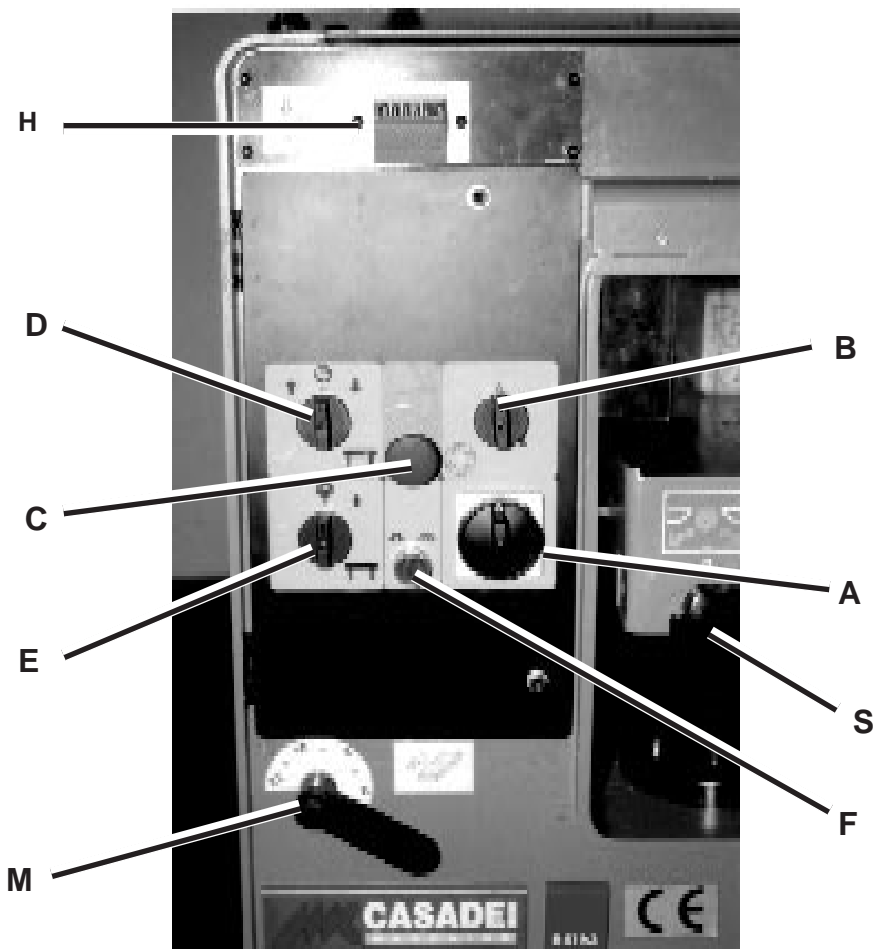

Fig. 3.3
Agire sul selettore E per far salire il piano di pochi mm per volta. (Questa regolazione può funzionare solo in salita per recuperare i giochi meccanici di accoppiamento degli organi di sollevamento). Approssimarsi alla quota di lavorazione (spessore) mediante il selettore D quindi raggiungere la quota voluta azionando il selettore e solamente nel senso di salita nel piano, (diminuzione della quota visualizzata nell'indicatore numerico H fig.3.3).
Use the selector (E) to move the table up a few mm at a time. (This adjustment can be made only when the table is raised in order to recuperate the clearance caused by the coupling of the lift parts). Bring the table to the setting required for thicknessing operations by using the selector (D). After this has been done, move the table to the required position by using the selector. Remember that at this point the table can only be moved up (the setting shown on the numeric display will decrease, H, fig. 3.3).
Mover el selector E para levantar la mesa pocos mm. cada vez. (Esta regulación funciona solo en subida para recuperar los juegos mecánicos de acoplamiento de los órganos de levantamiento). Accionar el selector D, únicamente en el sentido de subida de la mesa, primero aproximándose a la medida (espesor) deseada, hasta alcanzarla (disminución de la medida visualizada en el indicador numérico H fig. 3.3).
Actue sobre o selector E para fazer o plano subir poucos mm de cada vez. (Esta regulação pode funcionar só em subida para recuperar as folgas mecânicas de acasalamento dos dispositivos de levantamento). Aproxime-se da quota que deseja trabalhar (em espessura) através do selector D e então atinja a quota pretendida activando o selector somente no sentido de subida no plano, (diminuição da quota visualizada no mostrador numérico H fig.3.3).
La leva M (fig.3.3 pag.42) aziona il cambio di velocità (meccanico) per l'avanzamento del legno. Mediante lo spostamento della leva si possono inserire quattro diverse velocità di avanzamento per raggiungere in ogni condizione il migliore compromesso tra velocità di avanzamento e grado di finitura del legno lavorato secondo le seguenti indicazioni:
Use the lever (M, fig. 3.3, pag. 40) to change the speed at which the wood is advanced. By using this lever, four different feed speeds can be reached so that the best compromise between the speed at which the pieces are advanced and the required grade of finish is obtained under all working conditions. Follow the indications given below:
La palanca M (fig. 3.3 pág. 40) acciona el cambio de velocidad (mecánico) para el avance de la madera. Mediante el desplazamiento de la palanca se pueden inserir cuatro velocidades diversas de avance para alcanzar en cada condición el mejor compromiso entre velocidad de avance y grado de acabado de la madera elaborada, observando las siguientes indicaciones:
A alavanca M (fig.3.3 pág.40) acciona a mudança de velocidade (mecanicamente) para o avanço da madeira. Através da deslocação desta alavanca podem introduzir-se quatro diferentes velocidades de avanço que servem para conseguir, quaisquer que sejam as condições, a melhor combinação entre a velocidade de avanço e o grau de acabamentos da madeira trabalhada, de acordo com as seguintes indicações: